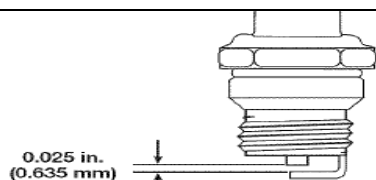

Рис. 31
- Очистите поверхность в области крышки коромысел. Открутите винт, используемый для крепления крышки коромысла с помощью большой шлицевой отвертки или насадки Torx T-25 (Рис. 31). Снимите крышку коромысел и прокладку.
4. Замените свечу зажигания при наличии трещин, дефектов или избыточного загрязнения. Отрегулируйте зазор до достижения значения в **0,025 дюйма (0,635 мм)** с помощью щупа (Рис. 31).